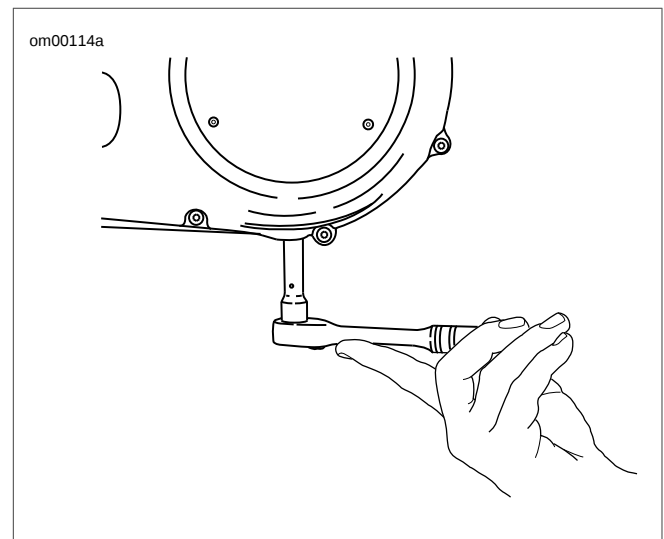

Figure 1-14. Dépose/installation du bouchon de vidange du carter de chaîne primaire
2. Voir Figure 1-14. Vidanger le lubrifiant dans un récipient approprié.